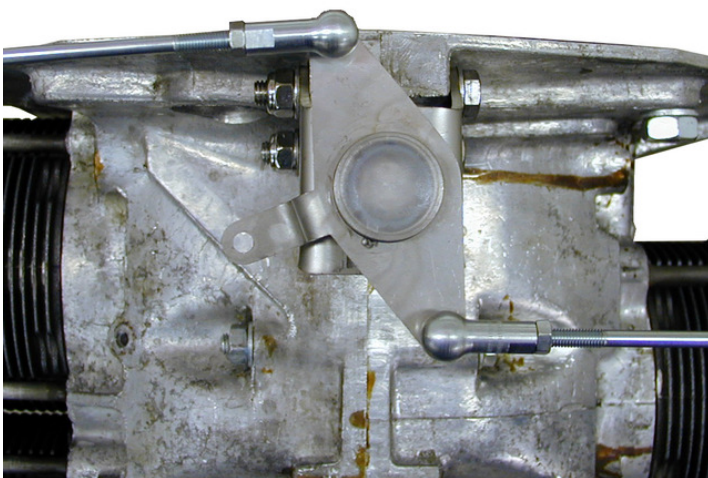

Fig.6
**ANMERKUNG:** Um einen gleichmäßigen Lauf des Gasgestänges zu gewährleisten ist es notwendig, die Schubstangen so einzustellen, dass der Dreiarmlhebel am Drehbock in Ausgangsstellung (Leerlauf) (Fig.6) und Endstellung (Vollast) (Fig.7) im gleichen Winkel zur Mittellinie des Motorblockes steht.